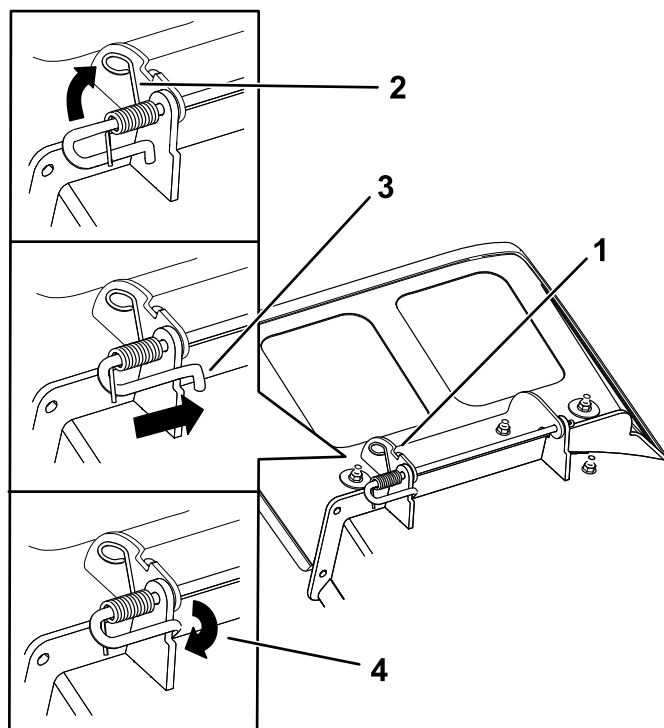

Рисунок 79
4. Установите новый отражатель выброса так, чтобы концы кронштейнов находились между приварными кронштейнами на деке, как показано на Рисунок 79.
6. Расположите пружину на стержне так, как показано на Рисунок 79, чтобы более короткий конец пружины выходил из-под стержня перед его изгибом и проходил над стержнем в месте выхода из изгиба.
7. Поднимите конец пружины, имеющий петлю, и поместите его в выемку на кронштейне отражателя (Рисунок 79).
8. Закрепите узел стержня и пружины, закрутив его таким образом, чтобы короткий конец стержня находился за передним кронштейном, приваренным к деке (Рисунок 79).